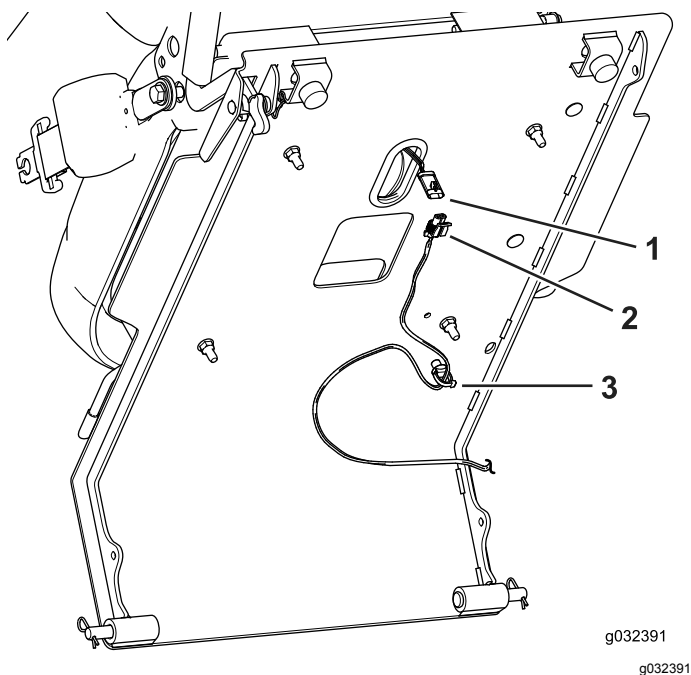

Figure 5
2. Débranchez le contacteur de siège, au bas de la plate-forme du siège, du faisceau de câblage (Figure 5).
3. Détachez le serre-câble au fond de la plate-forme du siège (Figure 5).